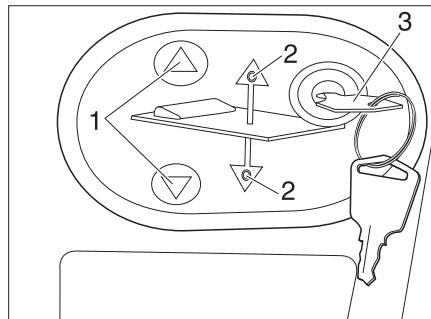

Fig. 166 Panel de mando de la cama elevada eléctrica
- Introducir la llave (Fig. 166,3) en el panel de mando.
- Pulsar y mantener pulsada la tecla (Fig. 166,1). La correspondiente LED (Fig. 166,2) se enciende y la cama elevada baja a la posición media y luego se detiene.
- Pulsar y mantener pulsada la tecla (Fig. 166,1).
El LED correspondiente (Fig. 166,2) se enciende y la cama elevada se mueve hasta abajo del todo.